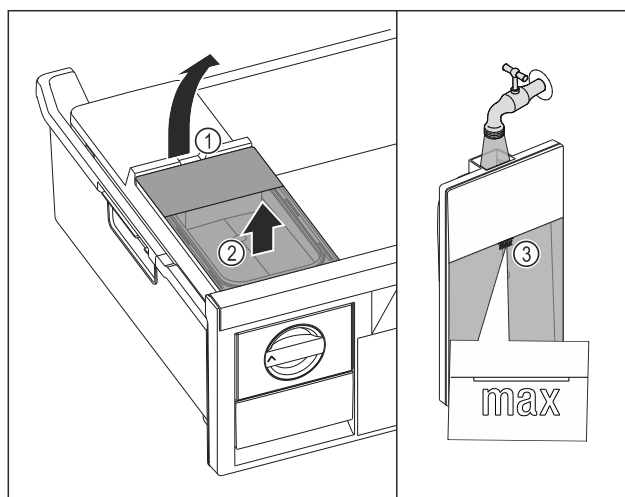

Fig. 123
- ▶ Elevar el depósito de agua por la entalladura Fig. 123 (1).
- ▶ Extraer el depósito de agua hacia arriba. Fig. 123 (2)
- ▶ Llenar el depósito de agua con agua potable hasta la marca Fig. 123 (3).